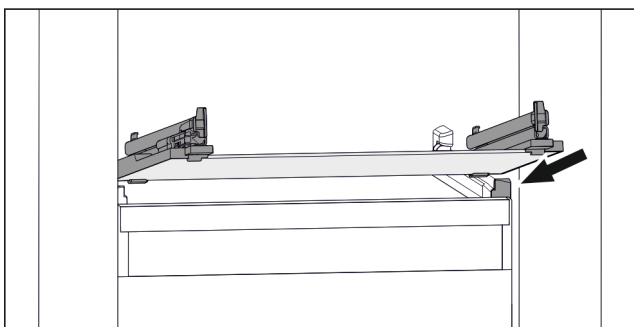

Fig. 88 Exemple de représentation de la tablette en verre
- Placer la tablette en verre, en l'inclinant, derrière les butées. (voir Fig. 88)